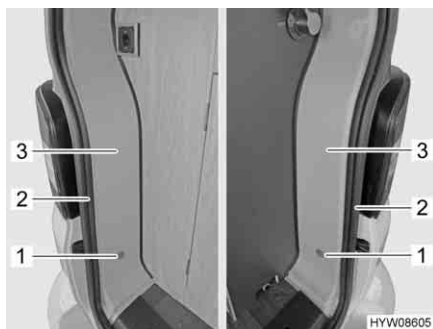

Fig. 62 Accesso a luci posteriori
- Sollevare il cappuccio (Fig. 62,1) della vite di fissaggio con cautela, utilizzando un oggetto piatto e non affilato (p. es. coltello).
- Sfilare la gomma di guarnizione della porta (Fig. 62,2) quanto basta per liberare il diaframma (Fig. 62,3).